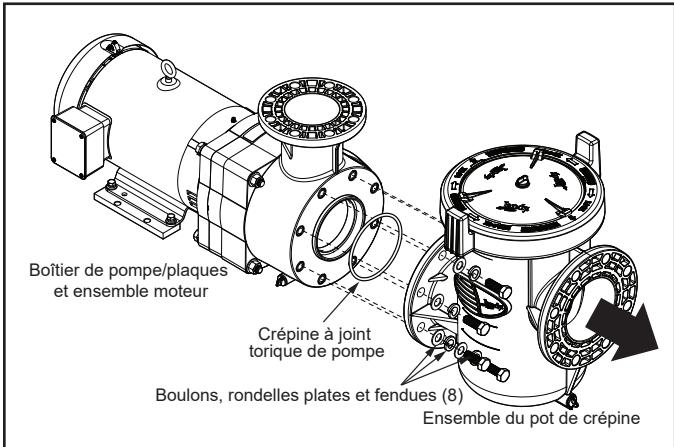

**Figure 13. Retirer le boîtier de la pompe**
8. À l'aide d'une clé 15/16 po, desserrer les quatre (4) vis hexagonales de la quincaillerie du boîtier de la pompe fixant le boîtier de la pompe au moteur / plaque d'adaptation de bride moteur / plaque arrière / joint mécanique / turbine / diffuseur. Reportez-vous à la Figure 13.
9. Tirer avec précaution le corps de pompe vers l'avant pour l'éloigner de l'ensemble moteur. S'assurer que le diffuseur dégage le corps de la pompe pendant ce processus. Reportez-vous à la Figure 13.